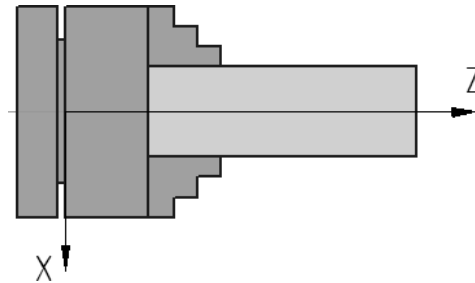

Рисунок 1 - Система координат токарного станка
На токарном станке EMCO ConceptTurn 55 используется двух координатная система перемещений (рисунок 1): продольная – ось заготовки (координата **Z**) и поперечная (координата **X**). Для удобства пользователя значение по координате **X** задается диаметром. Это дает возможность сравнивать истинный размер непосредственно с размерами на чертеже.
2. Разработать маршрут обработки детали (рисунок 1Б приложения)